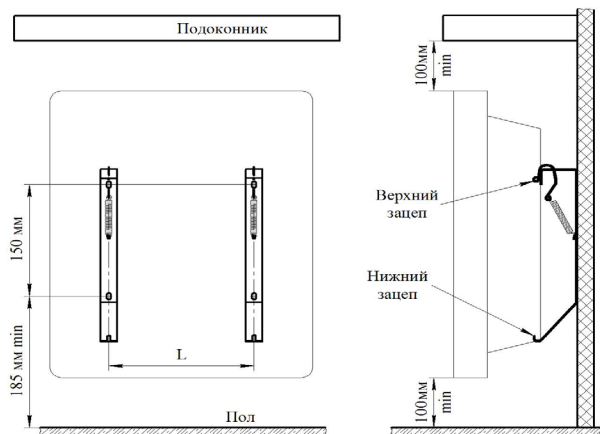

Рис. 3
4.4 Для установки конвектора, выполните на стене разметку под крепёжные отверстия (см. рис. 3, табл. 2) и закрепите кронштейны для установки конвектора, любым доступным способом, обеспечив надёжное крепление конвектора в течение всего срока эксплуатации и соблюдая минимальные расстояния от поверхностей конвектора до предметов окружающей обстановки, как показано на рисунках 4, 5 (расстояния даны в сантиметрах).